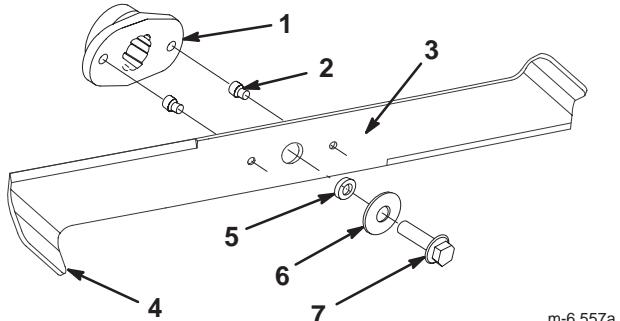

Figure 35
2. Inspectez les tranchants des lames (Fig. 35). Si elles ne sont pas tranchantes ou si elles présentent des indentations, déposez et aiguisez les lames (voir Aiguisage des lames, page 33 ).
3. Inspectez les lames, surtout les bords recourbés (Fig. 35). Si vous remarquez que les lames sont usées ou endommagées à cet endroit, remplacez-les immédiatement.
4. Si les goupilles de cisaillement sont cassées, remplacez-les immédiatement (Fig. 35).
3. Enlevez les boulons, les rondelles et les lames (Fig. 35). Pour enlever chaque boulon, bloquez la lame en introduisant une cale en bois entre la lame et le carter de tondeuse.
1. Installez les lames, les rondelles et les boulons de lames (Fig. 35).